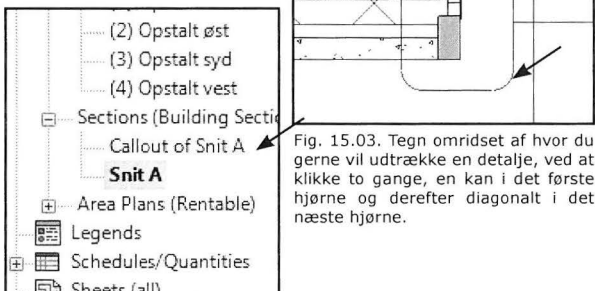

Fig. 15.04. *Project Browseren*.
- Dobbeltklik på *Callout of Snit A* (Fig. 15.04).